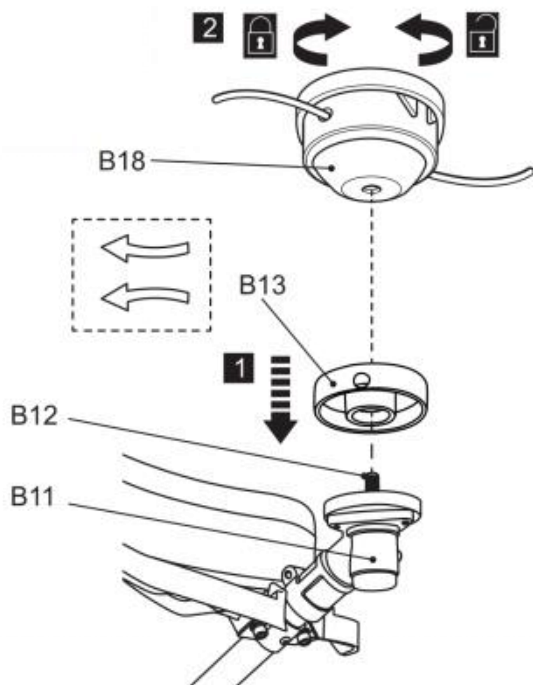

Fig. 6
- 4) Schrauben Sie den Schneidkopf (B18) gegen den Uhrzeigersinn auf die Spindel (B12) und ziehen Sie ihn von Hand fest, während Sie die Spindel (B12) mit dem Innensechskantschlüssel (E5) arretieren. Entfernen Sie anschließend den Innensechskantschlüssel (Abb. 6).